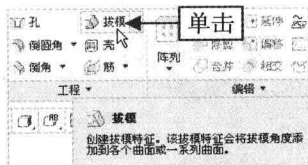

图 6-25 单击“拔模”按钮
Step 02 在“功能区”选项板的“模型”选项卡中, 单击“工程”面板中的“拔模”按钮, 如图 6-25 所示。